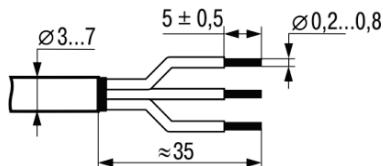

Рисунок 3 – Подготовка кабеля
**Подготовка кабеля к монтажу** (см. рисунок 3):